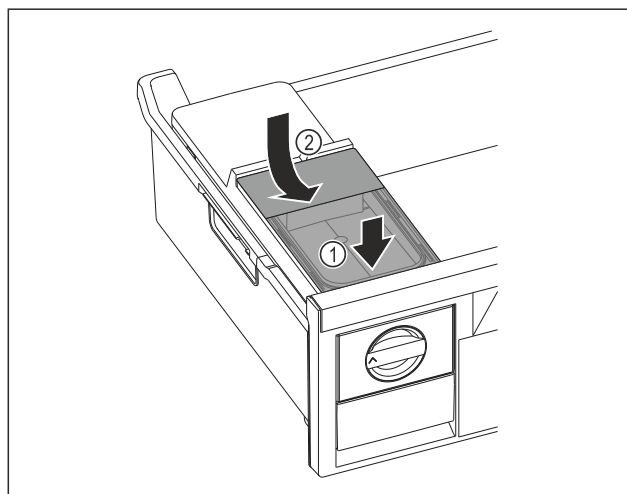

Fig. 79
- Nádržku na vodu nasadíte vpredu. Fig. 79 (1)
- Nádržka na vodu spustíte vzadu. Fig. 79 (2)